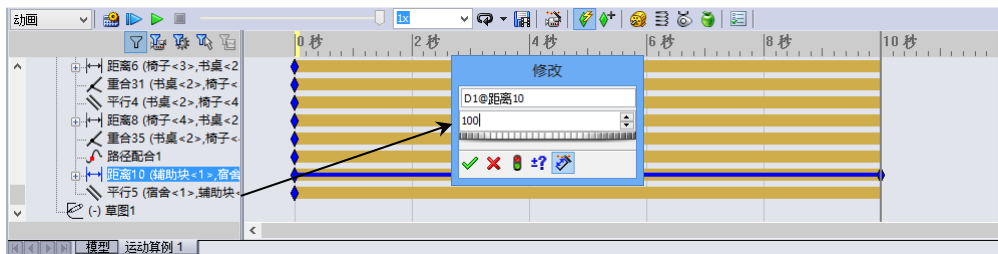

图 8-32 修改“距离”约束生成动画
STEP 6 将当前视图设置为相机视图，然后切换到“运动算例”环境，将当前帧移动到 10s 位置处，然后修改“距离 10”配合的大小为 100，如图 8-32 所示。完成操作后，系统将